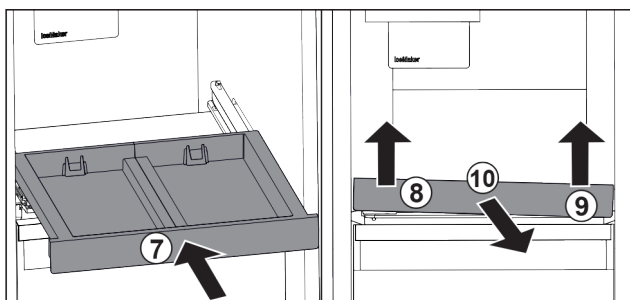

Fig. 119
- Inserire il ripiano estraibile. Fig. 119 (7)
- Sollevare il ripiano estraibile dalla parte anteriore a sinistra. Fig. 119 (8)
- Sollevare il ripiano estraibile dalla parte anteriore a destra. Fig. 119 (9)
- Rimuovere il ripiano estraibile tirandolo in avanti. Fig. 119 (10)